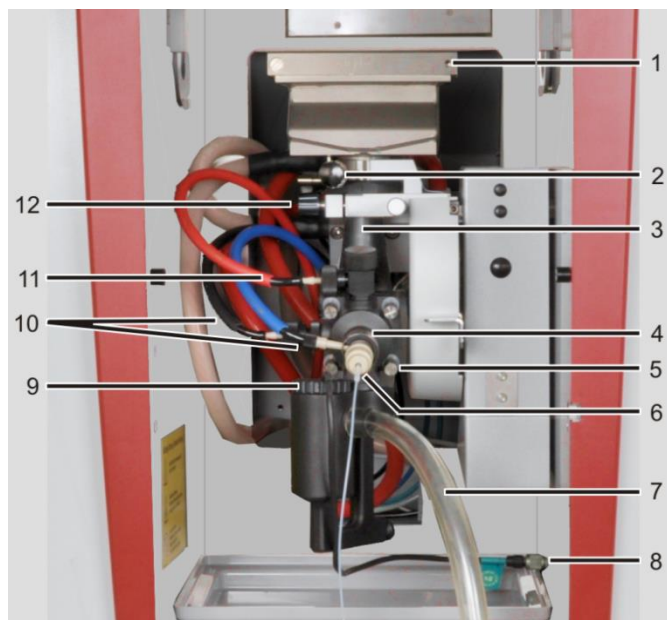
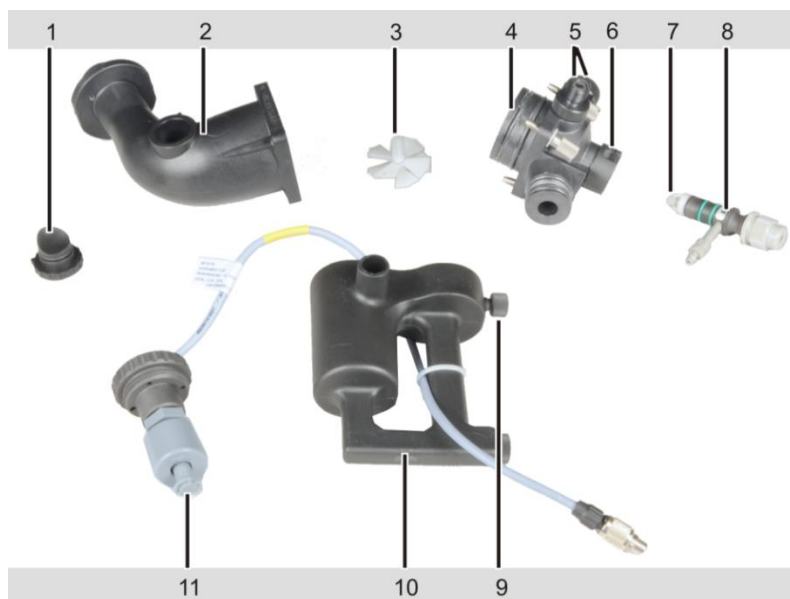

Рис. 60 Снятие и разборка системы горелка-распылитель
Рис. 61 Смесительная камера и распылитель в разобранном состоянии для очистки
1. Ослабьте фиксирующий винт (2 на Рис. 60, стр. 112) на горелке и снимите горелку с коннектора.
2. Открутите винтовые подключения трубок на головке смесительной камеры и распылителе (10, 11 на Рис. 60) и отсоедините трубку для забора проб от распылителя.
3. Поверните фиксирующее кольцо распылителя (4 на Рис. 60) для разблокирования распылителя. Извлеките распылитель из головки смесительной камеры,
4. Открутите кабель сенсора сифона из разъема в отсеке для проб (8 на Рис. 60) и извлеките его.
5. Извлеките сливную трубку с выходного отверстия сифона (7 на Рис. 60).
7. Выкрутите вставку сенсора сифона и извлеките сенсор из сифона (11 на Рис. 61).
8. Прочно удерживая систему, освободите винт с накатанной головкой на изгибе горловины смесительной камеры (12 на Рис. 60), поверните фиксирующий зажим в обратном направлении и извлеките систему.
9. Отделите защитную клапан-пробку (1 на Рис. 61) от смесительной камеры.
10. Открутите четыре винта соединения смесительной камеры (5 на Рис. 60) и разделите смесительную камеру на головку камеры и горловину камеры.
11. Извлеките крыльчатку (3 на Рис. 61) из горловины камеры.
12. Открутите подключения горючего газа и дополнительного окислителя (5 на Рис. 61) на головке смесительной камеры.
2. Слегка поверните шарик-отбойник (7 на Рис. 61, стр. 113) и снимите его с распылителя. Если шарик-отбойник крепко застрял, еще раз опустите распылитель в ультразвуковую ванну на несколько минут.
2. Удерживайте крыльчатку за выступ на оси (3 на Рис. 61, стр. 113) и вставьте ее в горловину смесительной камеры. Легким нажатием зафиксируйте крыльчатку.
3. Соедините вместе части смесительной камеры (горловину и головку), отрегулируйте так, чтобы их стороны совпадали и соедините винтами (2 на Рис. 61). Убедитесь в том, что уплотнительные кольца установлены правильно.
4. Прикрутите сенсор сифона (11 на Рис. 61) к сифону. Присоедините сифон к головке камеры таким образом, чтобы поплавковый держатель был наклонен вперед (правильное положение см. на Рис. 60, стр. 112). Зафиксируйте сифон при помощи установочного винта (9 на Рис. 61).
5. Вставьте защитную клапан-пробку (1 на Рис. 61) в горловину камеры.
6. Прикрутите соединения для горючего газа и дополнительного окислителя (5 на Рис. 61) с уплотнительными кольцами к головке смесительной камеры. Затягивайте винты с накатанными головками только вручную.
7. Вставьте распылитель (8 на Рис. 61) в головку камеры и закрепите фиксирующим кольцом (6 на Рис. 61).
8. Закрепите систему смесительная камера-распылитель на устройстве регулировки высоты горелки, используя удерживающий зажим (12 на Рис. 60). Отметка белого цвета должна находиться над верхним срезом держателя. Пластина горловины смесительной камеры должна ровно лежать на устройстве регулировки высоты. Прочно закрутите фиксирующий винт с накаткой.
9. Вставьте кабель сенсора сифона (8 на Рис. 60) в разъем на стенке отсека для проб (соблюдайте осторожность при натягивании кабеля) и прочно закрутите.
10. Присоедините сливную трубку к выходному отверстию сифона (7 на Рис. 60). Направьте сливную трубку в сливную бутылку, при этом трубка должна иметь постоянный нисходящий уклон.
12. Установите горелку на горловину смесительной камеры и поверните до упора (0°). Зафиксируйте стопорным винтом (2 на Рис. 60).
- Подсоедините шланг подачи горючего газа (красный) к коннектору в верхней части головки смесительной камеры (11 на Рис. 60).